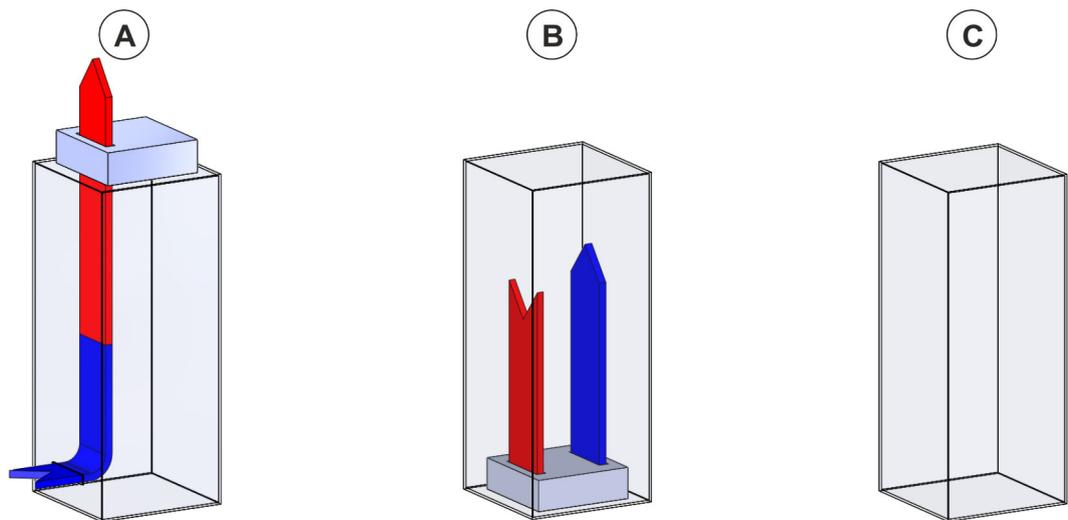

Abb. 16: Kühlkreislauf 19"-Schrank
- Einsatz nur in geschlossenen Schränken. Wenn Kühlgeräte eingebaut sind, sicherstellen, dass kein Luftaustausch mit der Umgebungsluft stattfindet (Abb. 16).